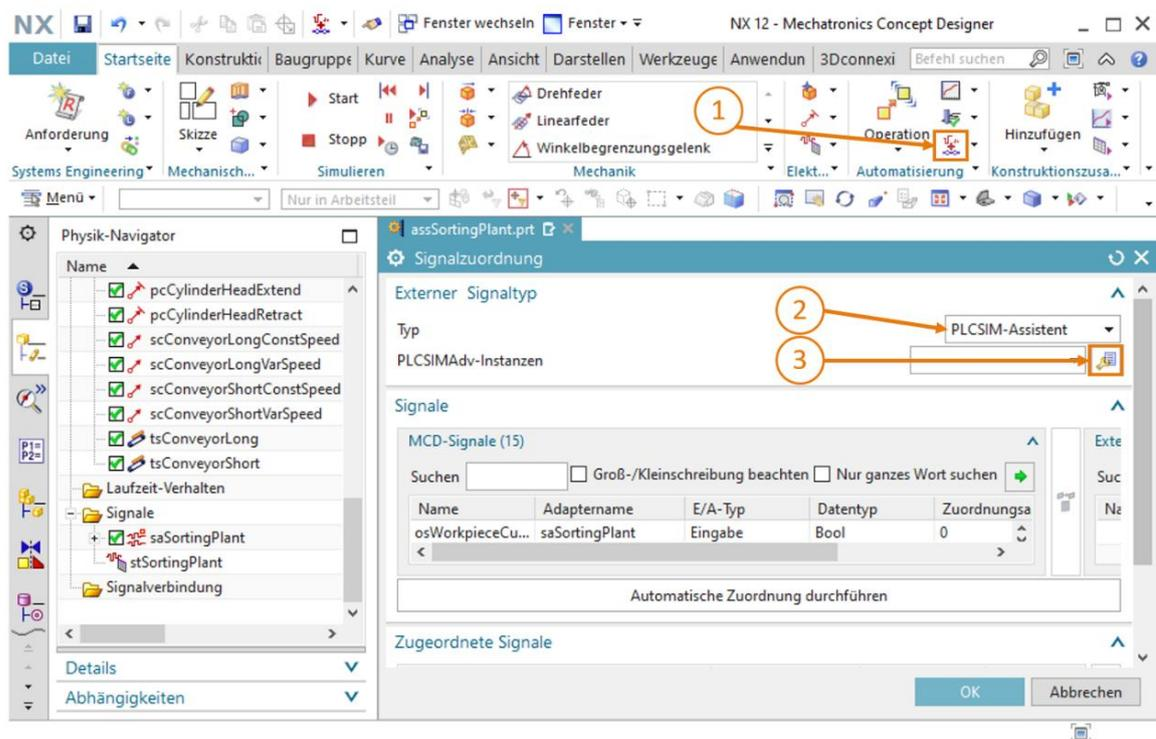

Abbildung 17: Auswahl einer Signalzuordnung über PLCSIM Advanced
- Führen Sie in der Menüleiste "**Automatisierung**" den Befehl "**Signalzuordnung**" aus (siehe Abbildung 17, Schritt 1). Es öffnet sich das Befehlsfenster "**Signalzuordnung**". Dort müssen Sie zunächst die externe Signalquelle auswählen. Gehen Sie dazu in den Reiter "**Externer Signaltyp**" und selektieren Sie als Typ "**PLCSIM-Assistent**", da Sie eine Verbindung mit PLCSIM Advanced anstreben (siehe Abbildung 17, Schritt 2). Zu diesem Zeitpunkt ist Ihrem dynamischen Modell noch nicht bekannt, zu welcher Instanz in PLCSIM Advanced eine Verbindung aufgebaut werden soll. Daher klicken Sie unter dem Punkt "**PLCSIMAdv-Instanzen**" auf die Schaltfläche "**Einstellungen**" (siehe Abbildung 17, Schritt 3).